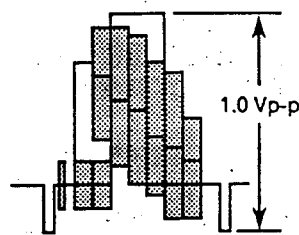

图2-6
2. 再现校正磁带录有彩条的部分, 调节R201, 如图2-6所示, 信号幅度达到1.0Vp-p。